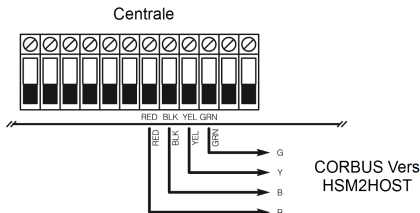

Figure : 1 Schéma de câblage
1. La centrale d'alarme étant hors tension, connectez le module HSM2HOST aux quatre fils du bus Corbus de la centrale d'alarme selon la Figure 1.